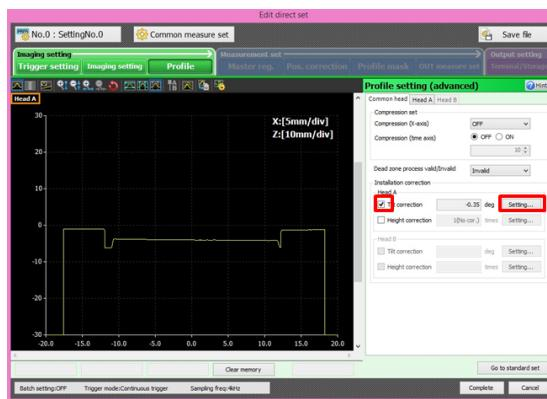

FIGURE 3.5 – Réglage de l’horizontalité de la ligne laser
- Cliquer sur *Settings...* (voir Fig. 3.5)